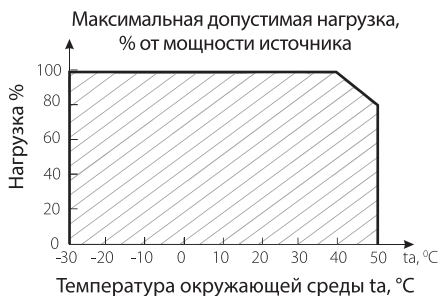

Рис. 2
- 4.3. Не нагружайте источник питания более 80% от его максимальной мощности. Учитывайте, что с повышением температуры окружающей среды, максимальная мощность источника питания снижается, и при максимально допустимой температуре мощность нагрузки не должна превышать 60% (см. график зависимости на Рис.2)